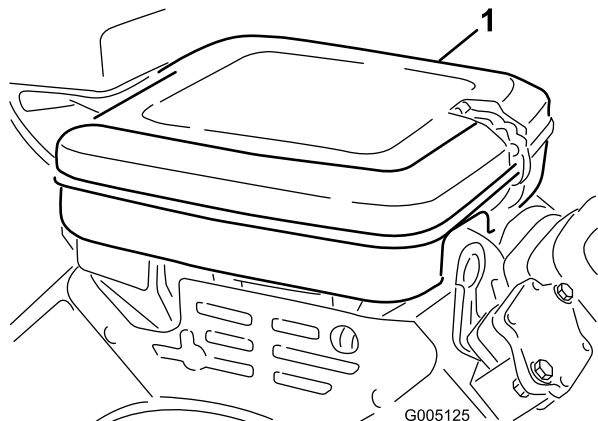

Figura 40
1. Pulite accuratamente il coperchio (Figura 40).